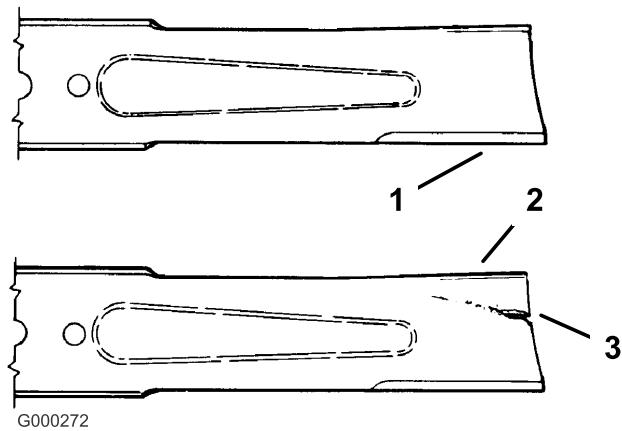

Figure 37
2. Inspectez les lames, surtout la partie incurvée (Figure 37). Remplacez immédiatement toute lame usée, endommagée ou qui présente une entaille (repère 3 de la Figure 37).
1. Examinez le tranchant des lames (Figure 37). Si les lames ne sont pas tranchantes ou si elles présentent des indentations, déposez-les et aiguisez-les (voir Aiguisage des lames).